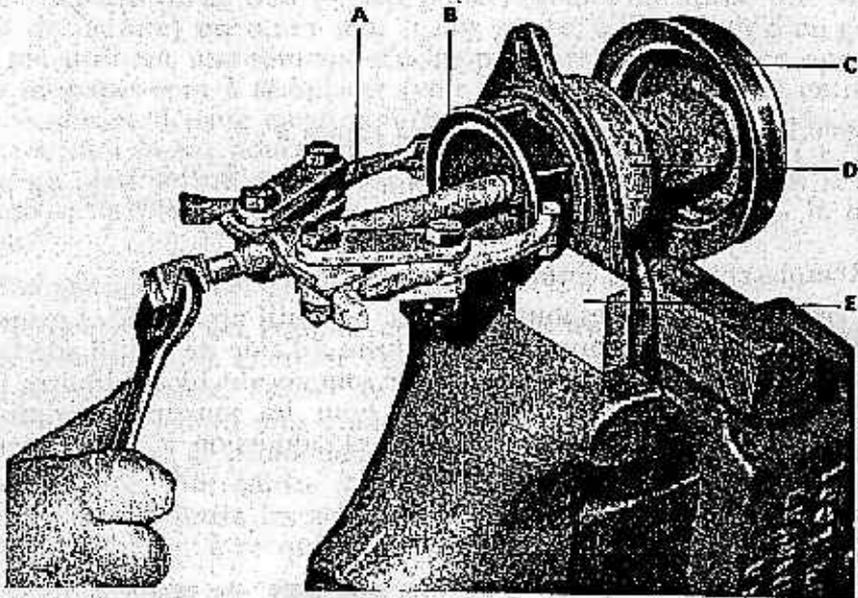
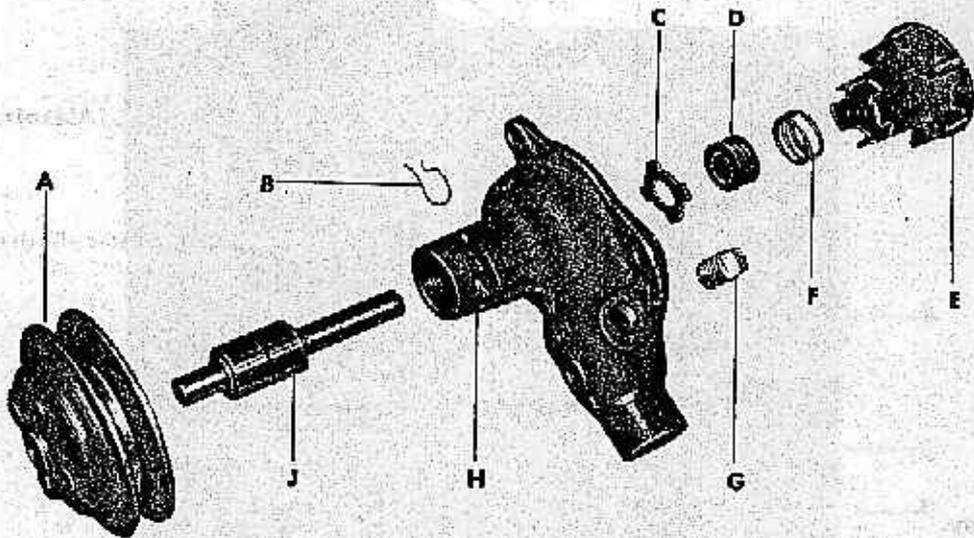

FIGURE 16. — Dépose de la turbine de pompe à eau au moyen de l'extracteur (41-P-2912)
FIGURE 17. — Pompe à eau démontée.
Retirer le joint du roulement de la pompe à eau (fig. 17). Enlever la turbine de la pompe au moyen d'un extracteur (41-P-2012) comme sur la figure 16, ou la dégager à l'aide d'une presse à mandrin. Enlever le joint d'étanchéité et la rondelle d'étanchéité. Dégager à la presse l'ensemble axe et roulement et poulie de pompe à eau. Séparer à la presse la poulie de l'ensemble axe et roulement.
- 1) Corps de la pompe à eau (fig. 17).
- 2) Turbine de pompe à eau (fig. 17).
- 3) Poulie de pompe à eau (fig. 17).
- 4) Ensemble arbre et roulement de pompe à eau (fig. 17).